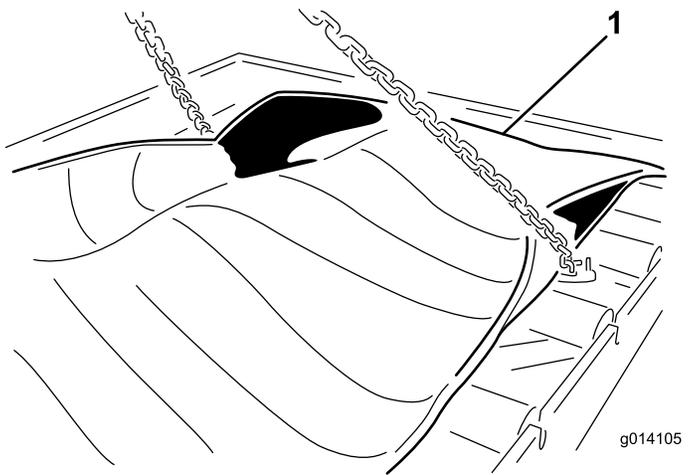

図 60
- カートリッジを固定しているボルト24本を外す 図 60。